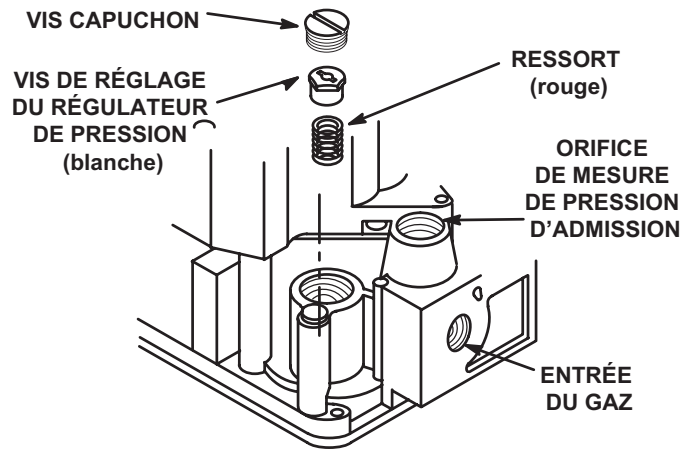
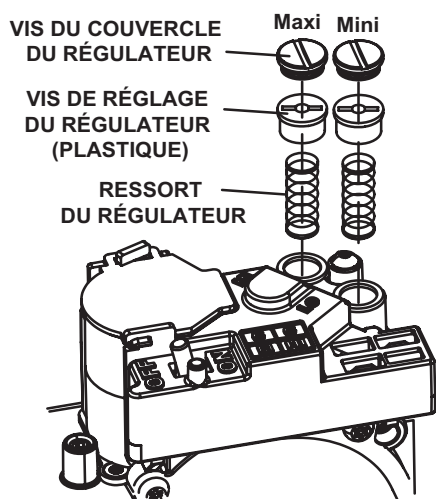
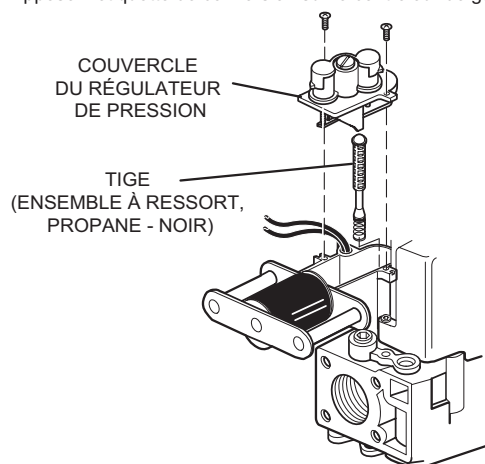

Figure 6
Figure 7
Figure 8
- 6 - Installer l'ensemble à ressort comme illustré à la Figure 6 pour les vannes de gaz à deux stades, Figure 7 pour les vannes de gaz à deux et quatre stades White Rodgers, et Figure 8 pour les vannes de gaz à deux stades Honeywell. Voir aussi les instructions du fabricant fournies avec l'ensemble à ressort. Lors de l'installation de l'ensemble 21Z23, jeter l'ensemble à ressort inutilisé.